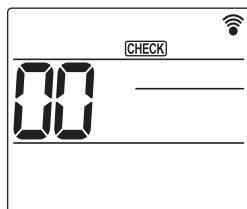

Fig. 7-8
- ① Çalışma testinden en az 12 saat önce üniteye güç verin.
- ② 5 saniye boyunca **[MENU]** düğmesine basın. (Fig. 7-8)